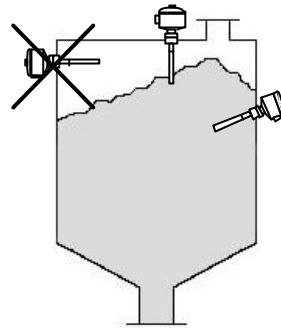

Fig. 1b
- 7) Para o controle de nível alto de produtos sólidos que formam depósitos no interior do tanque/silo, a chave não deve ser instalada : na horizontal e do lado oposto ao ponto de entrada do material, caso este não esteja no centro do silo (Fig. 1b).